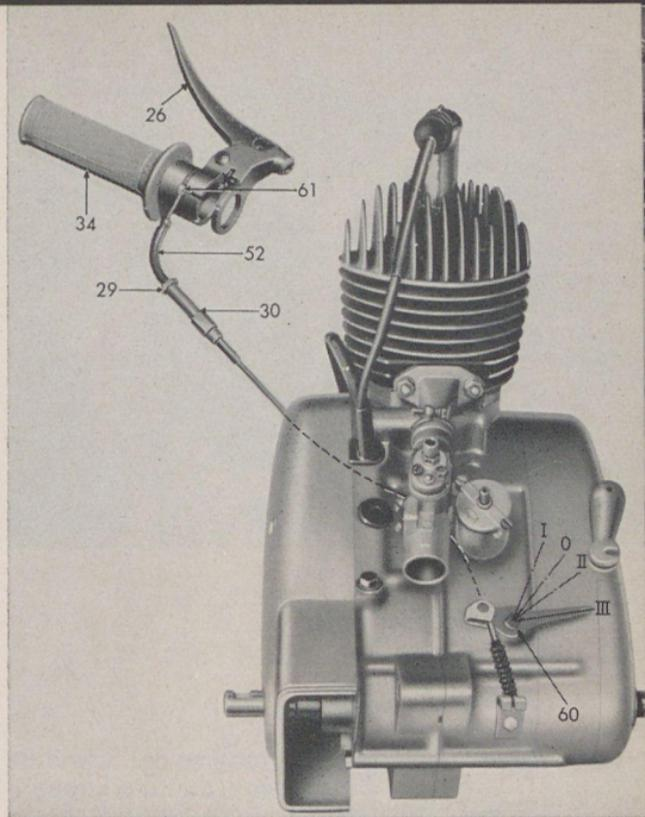

Bild 7
**Montage und Einstellung des Schaltzuges** (Handschtaltung, Bild 7)
zu Bild 7